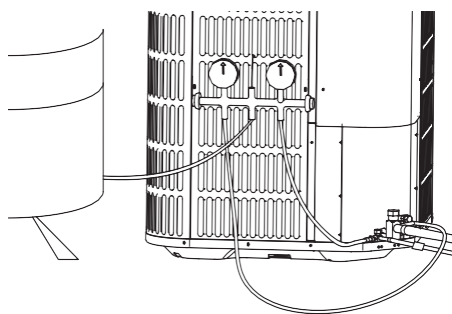

Figure 14-5
- Raccorder les jauges à la bouteille et à l'unité de frigorigène comme illustré (Fig. 14-5).